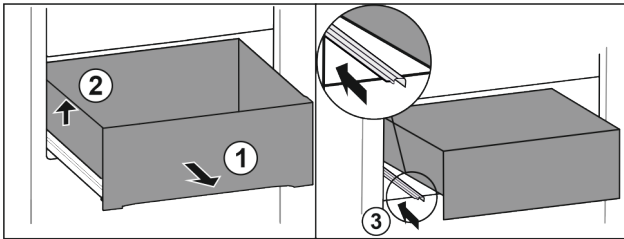

Fig. 113
- ▶ Dra ut utdragslåda fram till stopp. Fig. 113 (1)
- ▶ Lyft utdragslåda på vänster sida. Fig. 113 (2)
- ▶ Skjut in vänster skena. Fig. 113 (3)